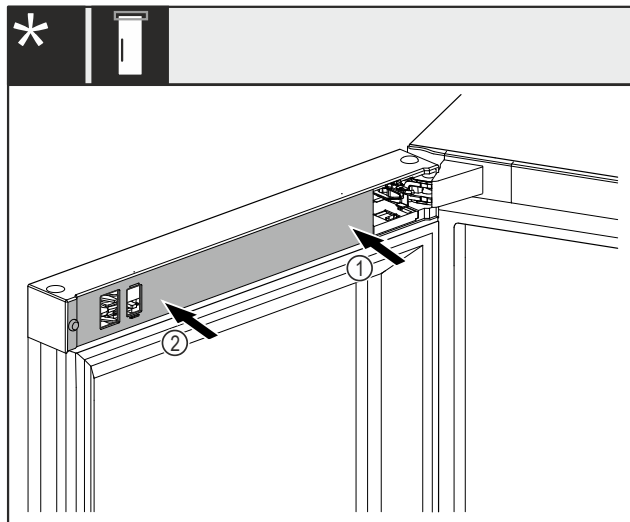

Fig. 48 *
- ▶ Pokrov Fig. 48 (1) najprej namestite na stran ležajnega nastavka in ga zaskočite.*
- ▶ Pokrov Fig. 48 (2) namestite in zaskočite na zunanji strani.*